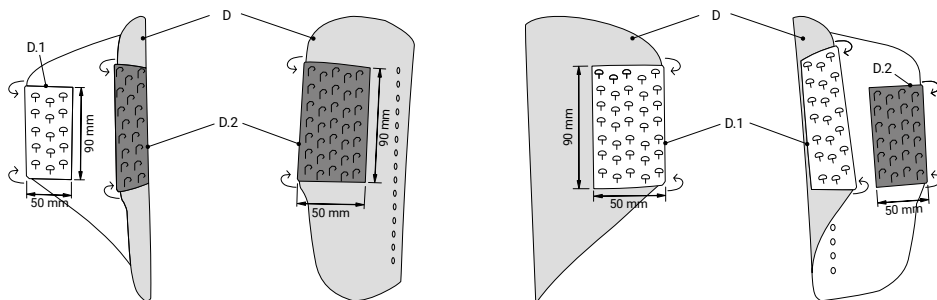

図6: 左カフ
古いパッド (E) と上部のストラップ (F.1またはF.2) を取り外します。シェル (D) の内側と外側に貼られている古い自己粘着付面ファスナーを、付属の新しい自己粘着付面ファスナーのフック側 (白色、D.1) とループ側 (黒色、D.2) に交換してください。古い面ファスナーを取り外した後は、スピリタスなどの脱脂剤でシェルをきれいに拭いてください。図6のように新しい自己粘着付面ファスナーを配置し、それぞれを少なくとも60秒間強く押し付けて固定します。新しいパッドをシェルにしっかりと取り付けます。パッドに縫い付けられているペロア素材のストラップを、シェルの前後の縁に巻き付け、外側からしっかりと押し付けて固定します。上部ストラップは、シェル外側にあるパッドの折り畳まれたペロア部分に取り付けてください。